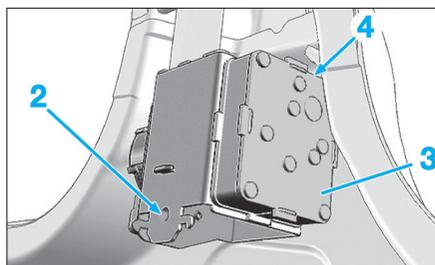

Fig. 29
- Déposer la vis (2) de l'enrouleur (3) (Fig.29).
- l'enrouleur en (4),